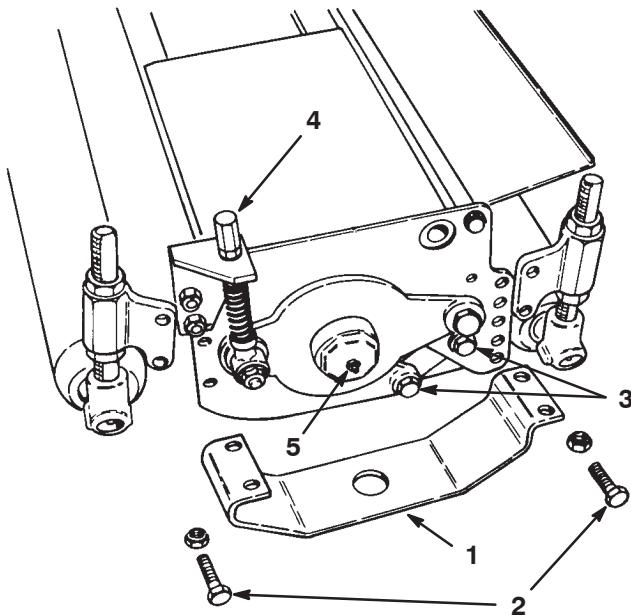

Figure 28
1. Déposez les protections à chaque extrémité du plateau de coupe ainsi que des ensembles rouleaux avant et arrière (Fig. 28).
- Pour déposer le roulement et le joint du logement de roulement, retirez le capuchon anti-poussière (Fig. 28) et chassez le roulement et le joint hors du logement.